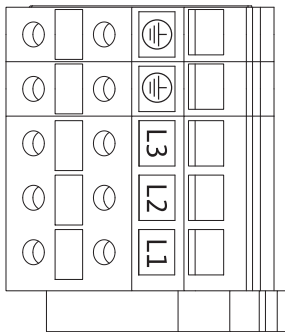

Fig. 25. Клеми живлення
- Клеми живлення (клеми підключення до мережі) (Fig. 25)